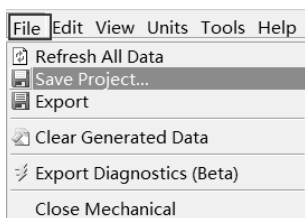

图 11-35 菜单栏
Step1：选择 Mechanical 中的 File Save Project 命令，如图 11-35 所示，此时会弹出“另存为”对话框。